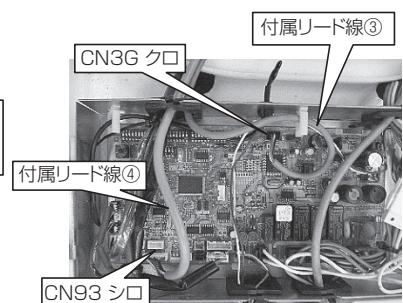

図3-10
- 5) 付属リード線③のコネクター (3P クロ) を本体制御基板上のコネクター CN3G (クロ) に確実に差込んでください。(図3-10)
- 6) 付属リード線④のコネクター (9P シロ) を本体制御基板の CN93 (シロ) に確実に差込んでください。(図3-10)